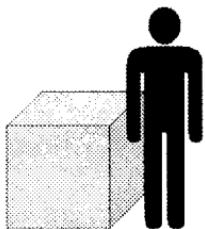

Рисунок 3.49 – Порівнянний об'єм палива, використовуваного за рік одним реактором типу ВВЕР-1000
- невеликий об'єм використовуваного палива і можливість його повторного використання після переробки (рисунок 3.49). Для порівняння – одна ДРЕС потужністю 2000 МВт спалює за добу два поїзди вугілля);